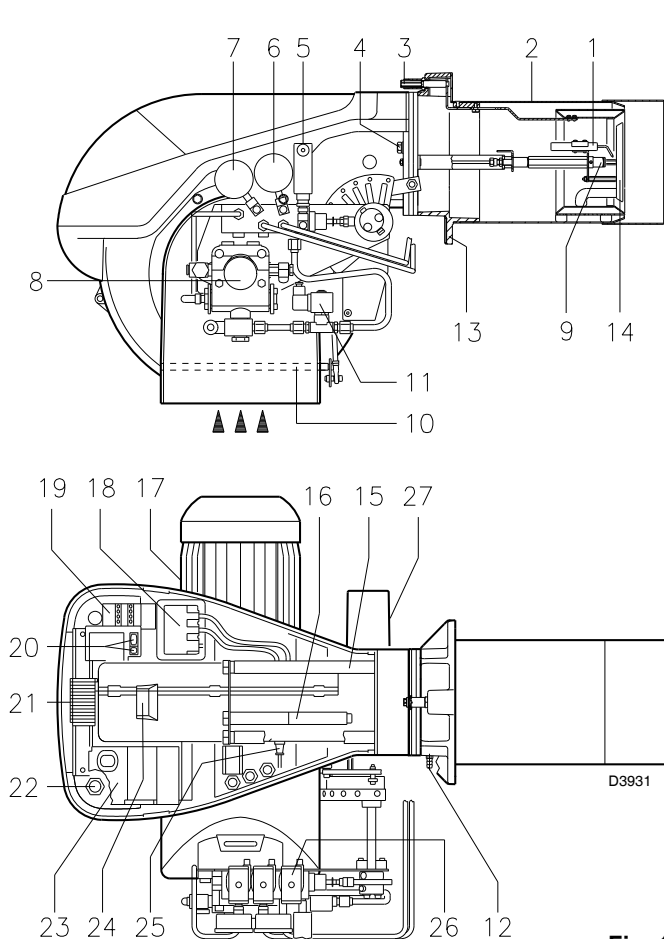

Fig. 1
Bloqueo caja control: la iluminación del pulsador de la caja 23 (Fig. 1) indica que el quemador está bloqueado.
Bloqueo motor: para desbloquear, oprimir el pulsador del relé térmico 19)(Fig. 1)
- 4 - Prolongadores 16)(Fig. 1) para guías 15)(Fig. 1)